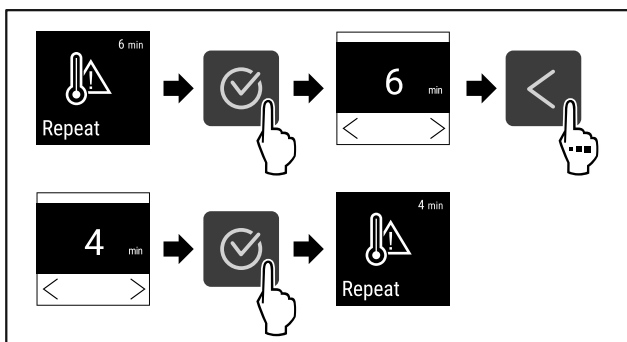

Fig. 101
- Vykonaňte kroky akcie (pozri Fig. 101) .